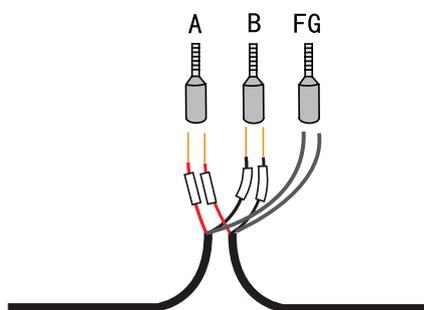

图8-12 端子压线示意
- 步骤 4 两根线缆的屏蔽层拧成一束，用热缩套好后插入冷压端子压好。如图 8-12 所示。